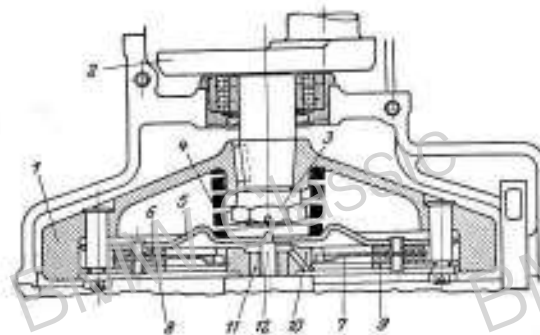

Abb. 10
9. Kupplung: Als Kupplung dient eine in Abb. 10 im Schnitt gezeigte Einscheibenkupplung. Der treibende Teil ist das Schwungrad 1, das auf dem Konus der Kurbelwelle 2 aufgekittet und durch Mutter 3 gesichert ist. Eine auf der Nabe des Schwungrades sitzende Druckfeder 4 liegt mit ihrem anderen Ende in der Vertiefung eines Drucktellers 5 und preßt diesen mit einem normalerweise aus Ferodo bestehenden Friktionbelag 6 gegen eine Zwischenscheibe 7. Hierdurch wird letztere gegen den Belag 8 der nicht verschiebbaren Schlußscheibe 9 gepreßt und beim Laufen des Motors mitgenommen. Die Zwischenscheibe 7, die auf der Kupplungsklaue 10 sitzt, überträgt somit die Drehung auf die Hauptwelle 11 des Getriebes.